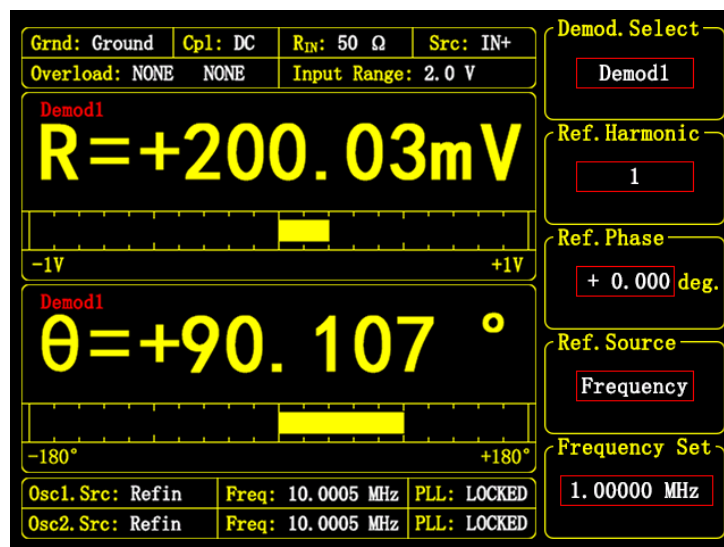

图 50. <Frequency> 模式界面
- <Frequency>: 设置当前解调器的参考基准源为任意频率。此模式界面如图50示。